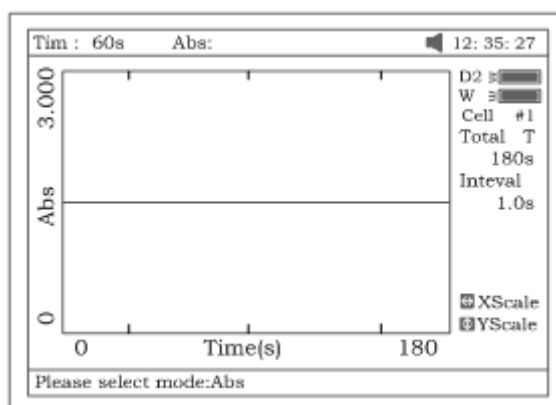

Рис. 55
- Нажмите клавишу **[F2]** и выберите режим анализа ("**Abs**" или "**%T**") курсорной клавишей (рис.55).